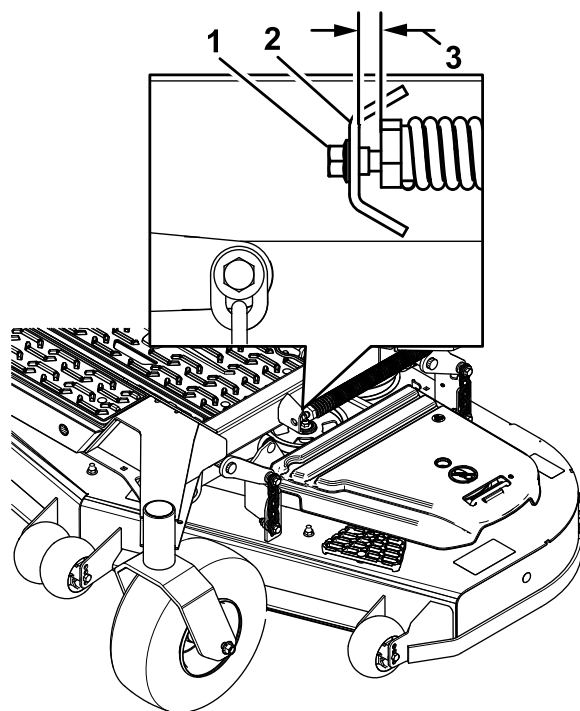

Рисунок 87
10. Медленно ослабьте регулировочный винт на пружине облегчения подъема так, чтобы появилась возможность снять этот винт (**Рисунок 87**).